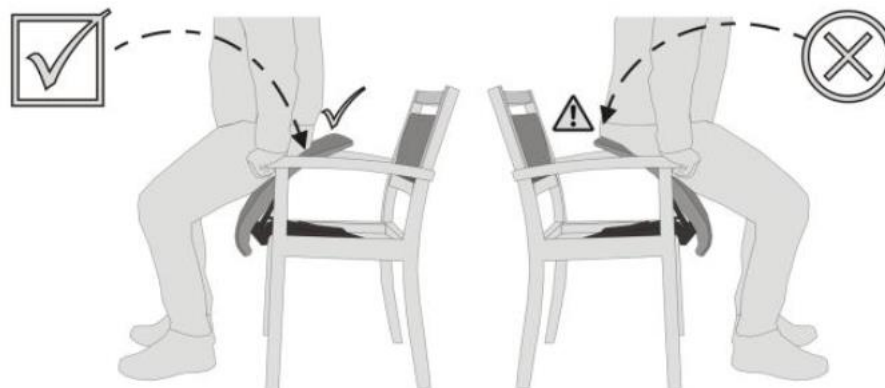

Abb. 2
- ☞ Platzieren Sie beim Hinsetzen die Hinterkante Ihres Gesäßes auf circa 2/3 Höhe der Sitzfläche. Andernfalls besteht die Gefahr, dass Sie mit Ihrem Rücken gegen die Rückenlehne stoßen, bevor der Sitz vollständig abgesenkt ist. (Abb. 2)